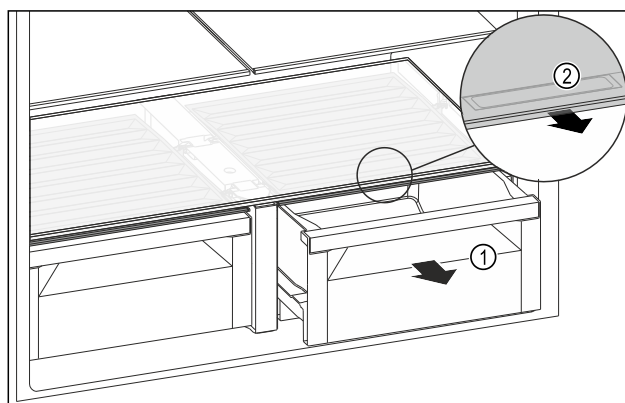

Fig. 98
- ▶ Wyciągnąć szufladę Fig. 98 (1).
- ▶ Chwycić uchwyt wpuszczany Fig. 98 (2) na pokrywie komory i pociągnąć pokrywę jednocześnie do przodu.